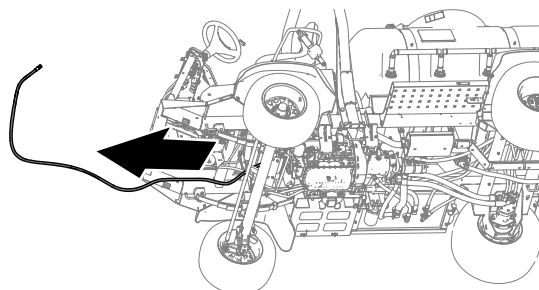

Figure 61
2. Débranchez le flexible de pression de la machine (Figure 61).